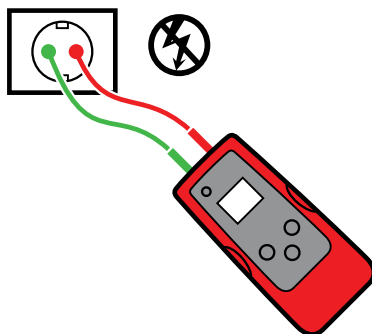

Figura 3.5a
3. Conecte los terminales de prueba rojo y verde a los cables de línea y neutros del mismo receptáculo o cable (consulte la Figura 3.5a).*